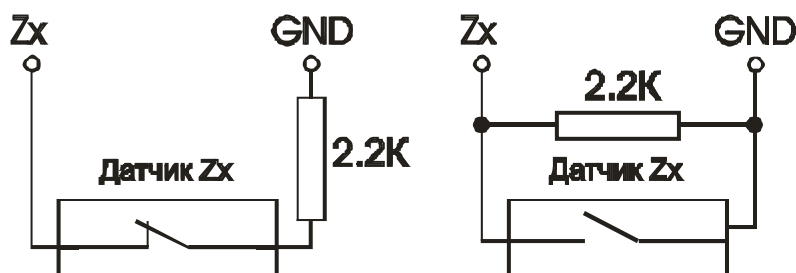
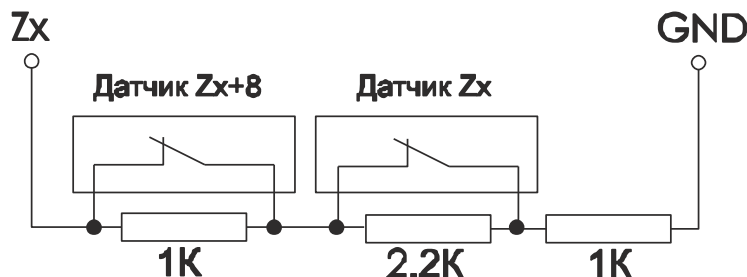
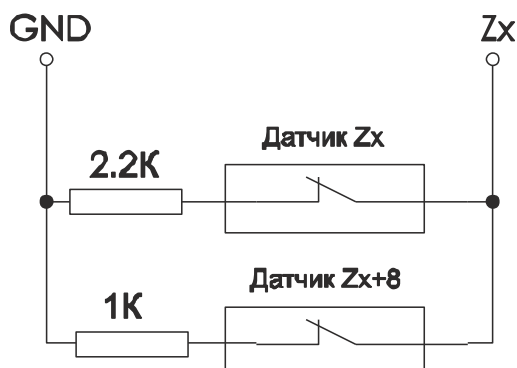

Рис. 2. Схемы подключения датчиков при выключенной опции «ATZ».
Рис.3. Схема последовательного подключения датчиков при включенной опции «ATZ».
Рис.4. Схема параллельного подключения датчиков при включенной опции «ATZ».
2.6. К клемникам «GND», «Z1», «Z2», «Z3», «Z4», «Z5», «Z6», «Z7» и «Z8» подключаются собственные проводные охранные шлейфы устройства (соответственно «общий провод», «шлейф №1», «шлейф №2», «шлейф №3», «шлейф №4», «шлейф №5», «шлейф №6», «шлейф №7» и «шлейф №8»). Данное устройство имеет опцию «ATZ». Если данная опция выключена, то в охранный шлейф могут применяться «нормально-замкнутые» или «нормально-разомкнутые» датчики с оконечным резистором 2.2кОм. Схемы подключения датчиков для этого случая изображены на рис.2. Если опция «ATZ» включена, то в охранный шлейф могут применяться только «нормально-замкнутые» датчики. Схемы подключения датчиков для этого случая изображены на рис.3 и рис.4. На способ подключения влияет дополнительная опция «последовательного» или «параллельного» соединения датчиков. Если данная опция выключена, то датчики должны быть соединены «последовательно», согласно схеме, изображенной на рис.3. Если опция включена, то датчики должны быть подсоединены «параллельно», согласно схеме, изображенной на рис.4.